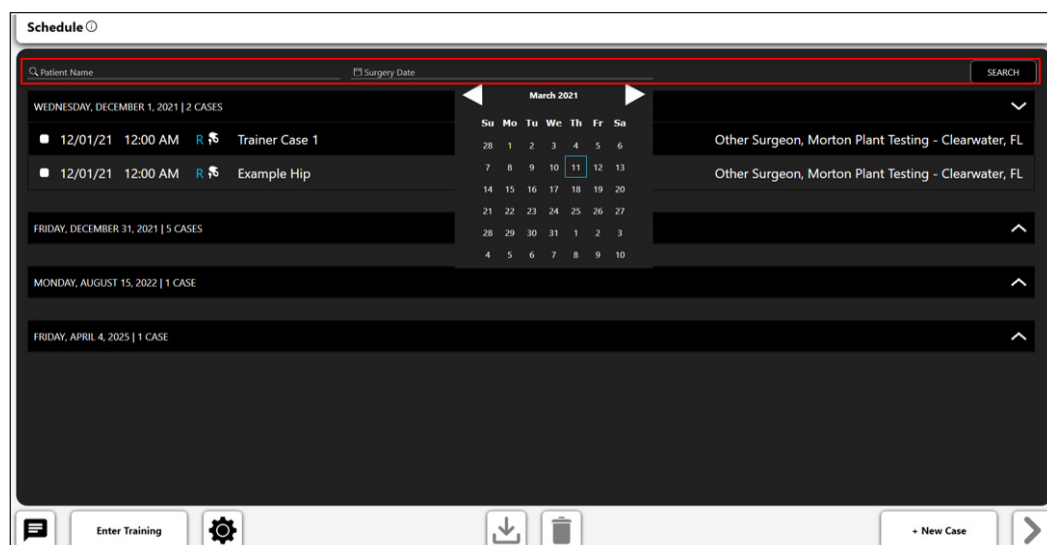

Abb. 11: Bildschirm „Schedule“ – Detailansicht „Search“
- Schaltfläche „Suchen“, die für den Patientennamen oder für die Suche nach dem Datum verwendet wird (Abbildung 11).